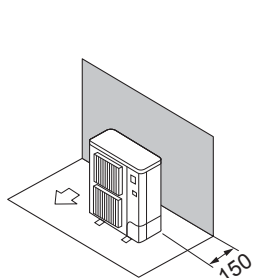

Fig. 2-3
- ① Εμπόδια στην πίσω πλευρά μόνο (Fig. 2-3)